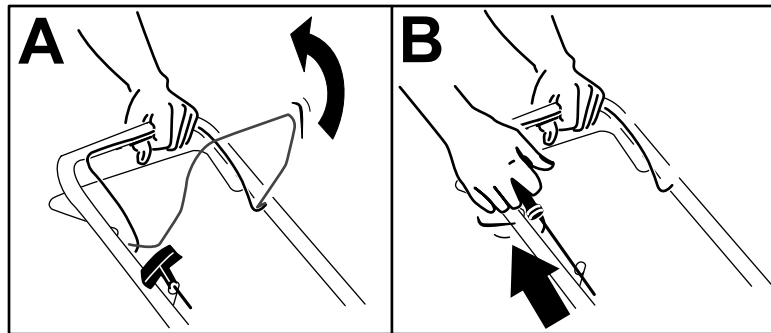

Figure 11
1. Serrez et maintenez la barre de commande de la lame contre le guidon (A de Figure 11).
2. Tirez légèrement la poignée du lanceur (B de la Figure 11) jusqu'à ce que vous sentiez une résistance, puis tirez vigoureusement et laissez le câble se rétracter lentement jusqu'au guide sur le guidon.